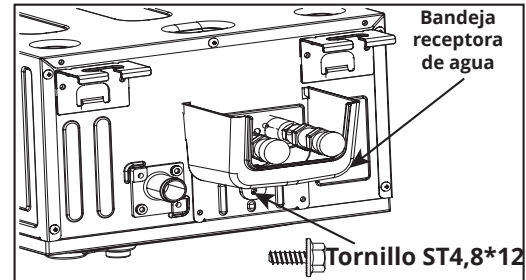

Fig. 5.15
1. Coloque la bandeja receptora de agua debajo de los conectores y asegúrela en su lugar con un ST4. Tornillo 8*12 (consulte la Fig. 5.15). **AVISO: Se incluyen dos tornillos ST4,8*12, uno de ellos se debe guardar como repuesto.**